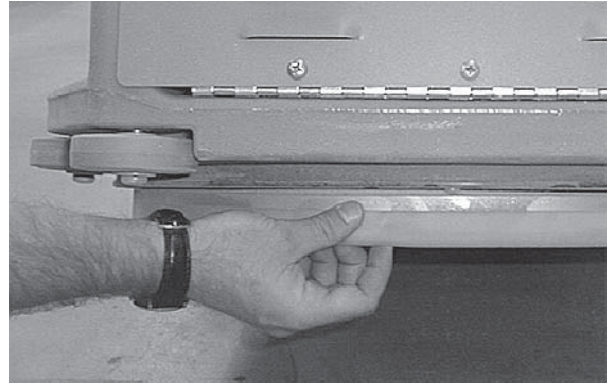

FIG. 30
6. Contrôlez l'état de la jupe anti-poussière, remplacez-la si elle est usée. (Figure 30).